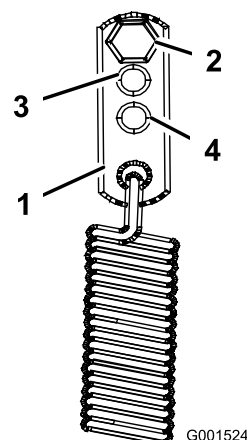

Figura 41
3. Para un ajuste más duro, vuelva a colocar los anclajes de los muelles en las posiciones de servicio medio o pesado (Figura 41). Los anclajes de los muelles se fijan a la esquina superior trasera de los protectores de la transmisión hidrostática en cada lado de la máquina.